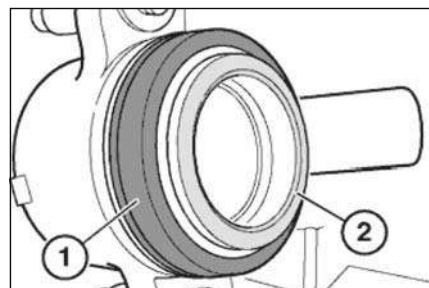

Рис. 13.5. Колпачок
- Проверить, нет ли трещин на пылезащитном колпачке поршня тормозного цилиндра. Поврежденный пылезащитный колпачок (1, рис. 13.5)